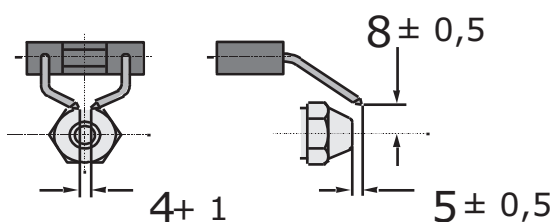

Abb. 508
- Abstand der Elektrodenspitzen zur Brennerdüse prüfen (siehe Abb. 508).
- Abstand zwischen den Elektroden prüfen (siehe Abb. 508).